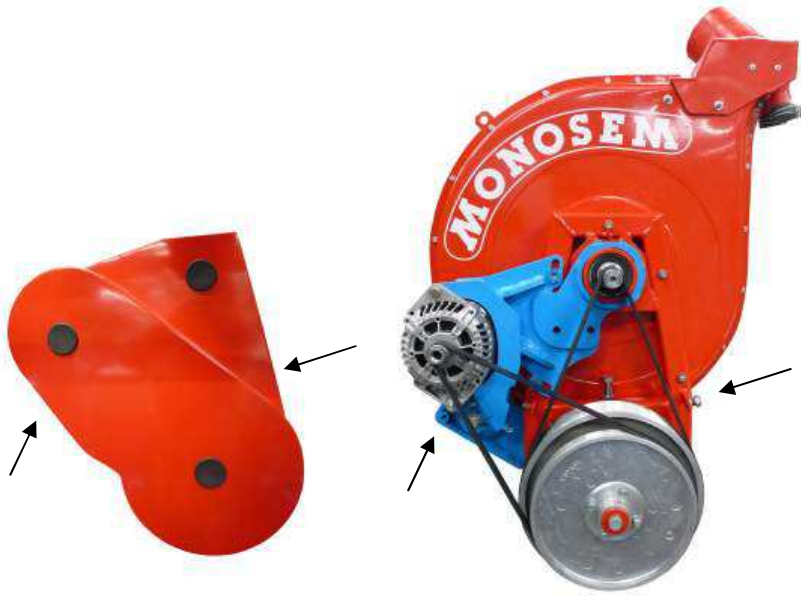

Fig. 1
- Fixation du carter (fig. 1).
- Enlever le carter de protection des courroies (fig. 1).
- Fastening the casing (fig. 1).
- Remove the belt's protective casing (fig. 1).
- Befestigung der Schutzvorrichtung (Abb. 1).
- Die Schutzvorrichtung vor den Riemen entfernen (Abb. 1).